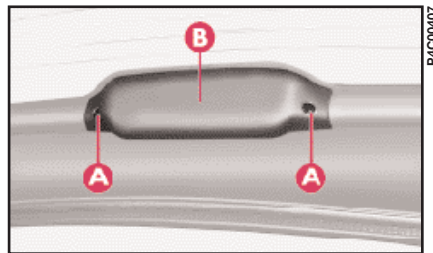

fig. 21
1) Svitare le due viti **A** (fig. 21) e togliere il rivestimento **B**.